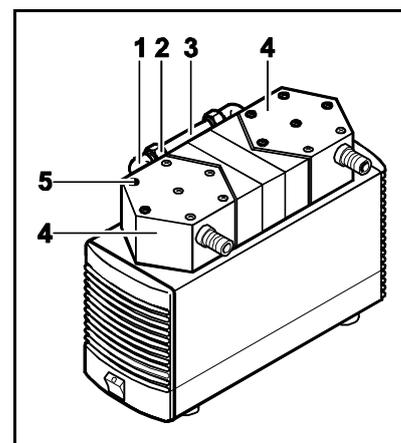

Fig. 6: Desmontar el cabezal de bomba
3. Soltar los tornillos exteriores (Fig. 6/5) de los cabezales de bomba.